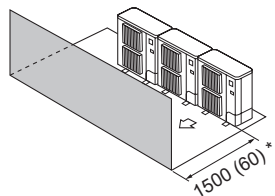

Fig. 2-14
(3) Obstáculos sólo en la parte delantera (Fig. 2-14)